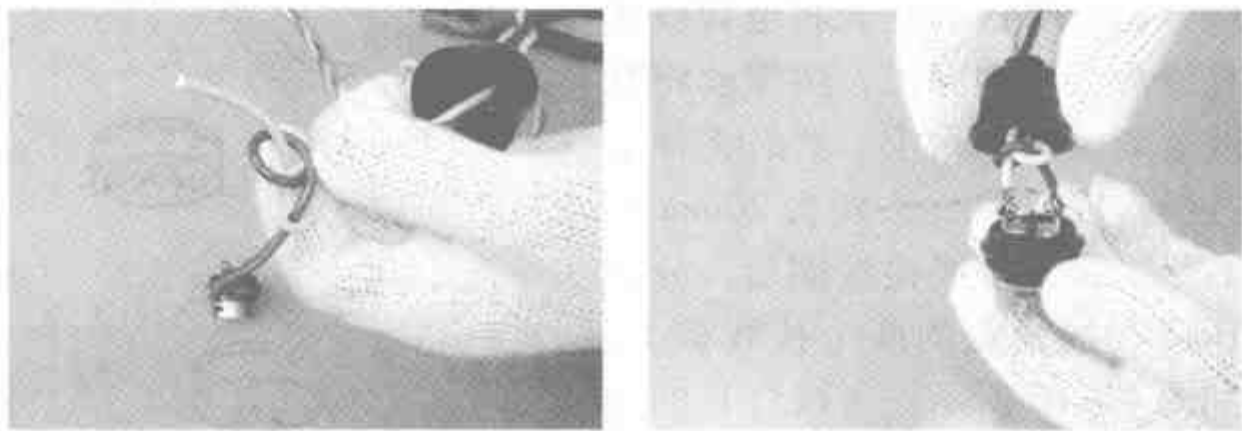

图 4-17 吊灯座的安装
(3) 灯座的安装。首先把螺口灯座的胶木盖子卸下，将软吊灯线下端穿过灯座盖孔，在离导线下端约 30mm 处打一电工扣，然后把去除绝缘层的两根导线下端芯线分别压接在灯座两个接线端子上，如图 4-17 所示，最后旋上灯座盖。如果是螺口灯座，火线应接在跟中心铜片相连的接线桩上，零线接在与螺口相连的接线桩上。